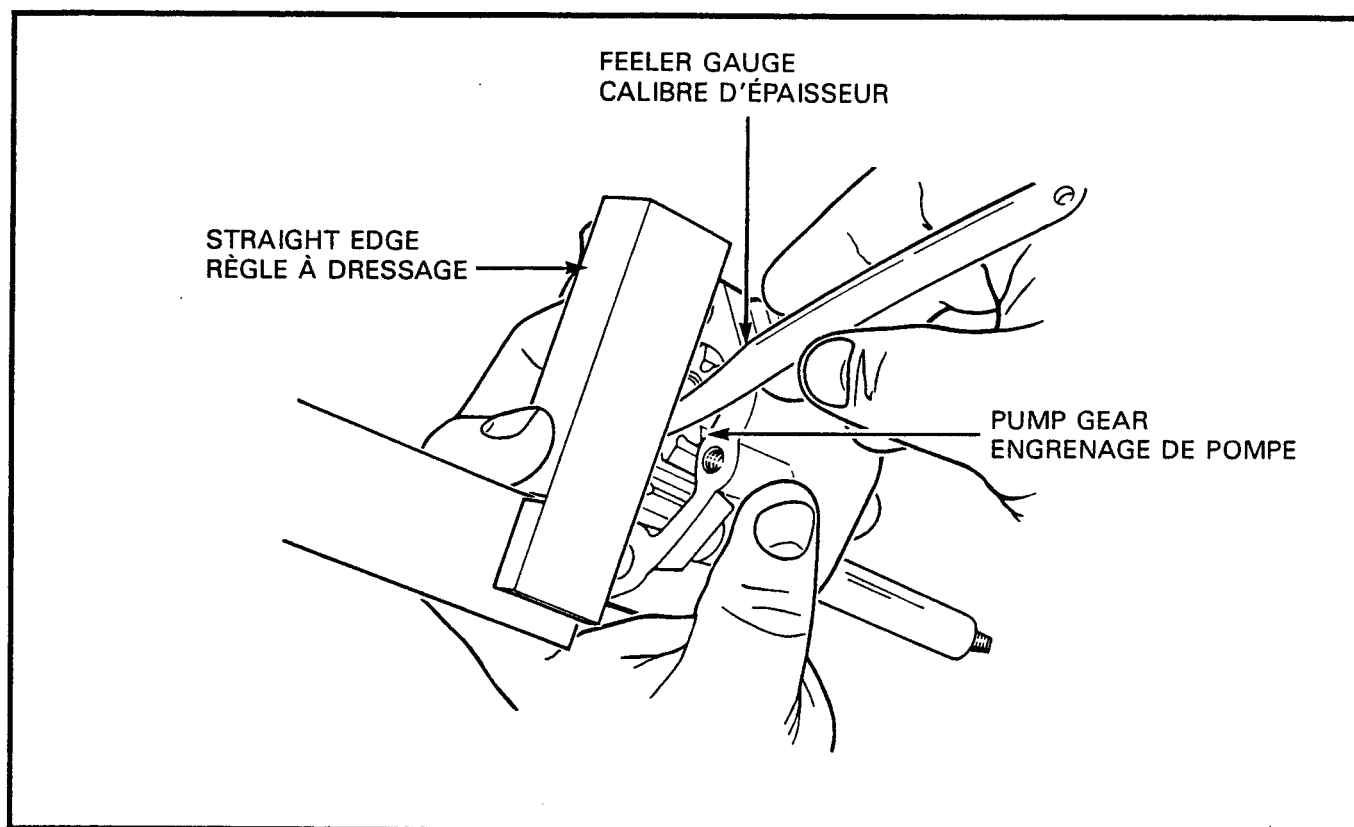

Figure 2-4-2 Measurement of Oil Pump Gear Axial Play
- c. Place a straight edge across the bottom of the oil pump body and, using feeler gauges, measure the clearance between the straight edge and gears to determine axial play, see Figure 2-4-2. If axial play is greater than 0.15 mm, replace the pump.
- c. Placer une règle à dressage en travers de la partie inférieure de la pompe à huile, et au moyen de calibres d'épaisseur, mesurer le jeu entre la règle et les engrenages afin de déterminer le jeu axial, voir figure 2-4-2. Si le jeu axial excède 0.15 mm, remplacer la pompe.